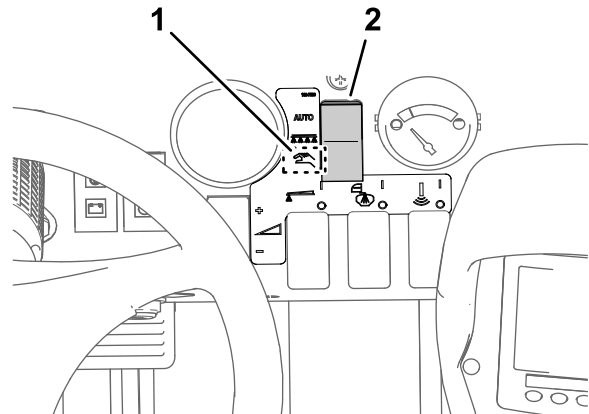

Bild 45
4. Stellen Sie den Sprühmodus-Schalter in die manuelle Stellung (Bild 45).
5. Drehen Sie das Handrad für das Abstellventil des Sicherheitsventil des Abschnitts in die geschlossene Stellung (Bild 45).
7. Drücken Sie die Taste 2, um auf den nächsten Schritt zu gehen (Bild 45).